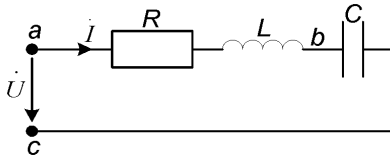

Рис. 3.15
3. В цепи (рис. 3.15) протекающий ток отстает от приложенного к цепи напряжения на 45° ; $R = 50$ Ом; $C = 3,18$ мкФ; $f = 500$ Гц. Определить значения индуктивности L , приложенного напряжения \dot{U}_{ac} и тока в цепи \dot{I} , если $\dot{U}_{av} = 315$ В. Записать выражение для комплексного сопротивления цепи.